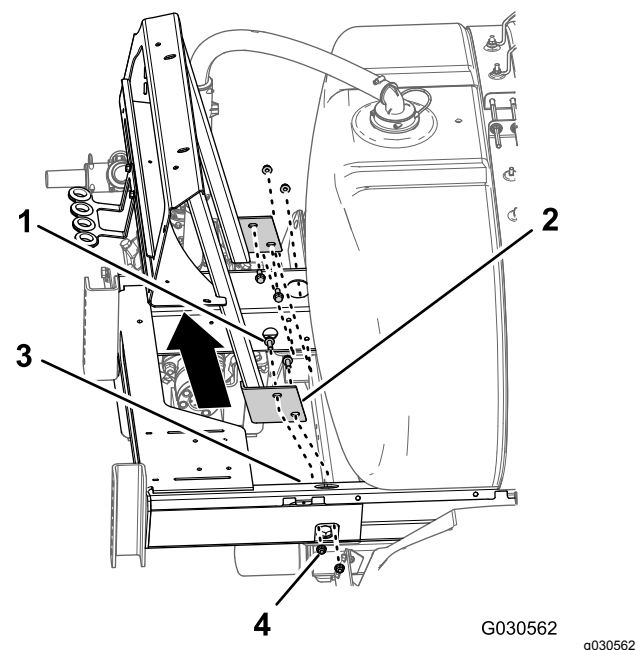

図 99
3. マニホルドマウントのフランジを車体のシャーシのフレームに固定しているフランジヘッドボルト3/8 x 1"4本とフランジロックナット3/8"4個を外してマニホルドマウントを取り外す 図 99。